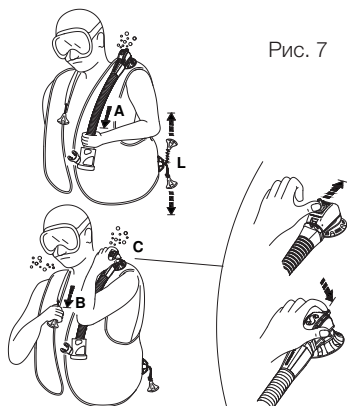

Рис. 7
- a. осторожно потяните за шланг в сборе (рис. 7 - A).
- b. нажатие на кнопку, выступающую из корпуса клапана (рис. 7 - C) (защищена патентом): эта система может пригодиться для обеспечения воздухом другого дайвера, испытывающего проблемы (паника, начинающий дайвер, потеря сознания и т.д.).
- Двойной ручной разгрузочный клапан SCUBAPRO® (защищен патентом) имеет ручную кнопку безопасности, которая выпускает воздух при нажатии (рис. 7-С) в случае отказа ручной разгрузочной системы (обрыв кабеля, штифта и т.д.).
Нижний сливной клапан (рис. 7 - L)
Дефляционные устройства с максимальным оттоком газа – это плечевой клапан (рис. 7-В) и нижний клапан (рис. 7-Л).